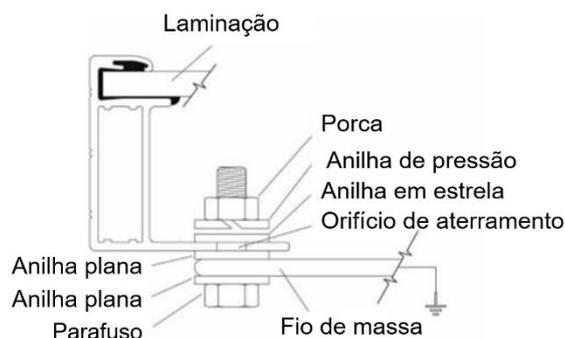

Figura 1
- Utilize parafusos e anilhas M4 para ligar o fio de terra e a estrutura de alumínio através dos orifícios de aterramento (conforme ilustrado na Figura 1). O torque de aperto é de 3-7 N.m. Todas as porcas e anilhas devem ser de aço inoxidável.